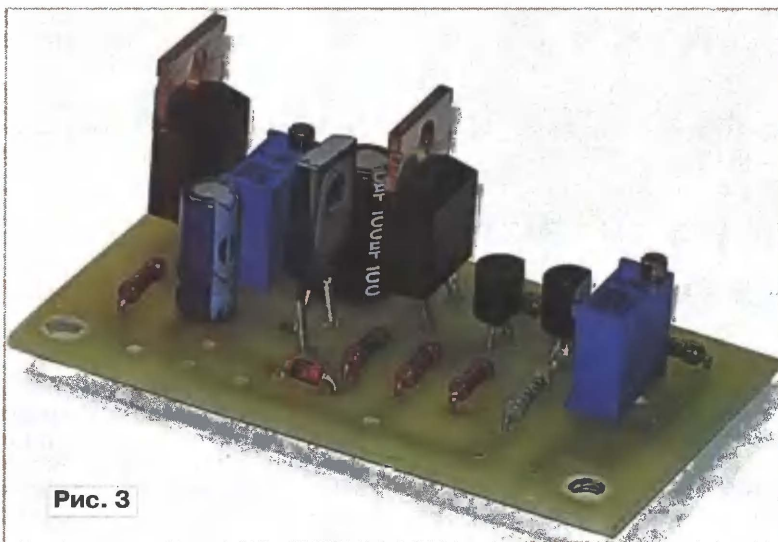

Рис. 3
**Конструкция и детали.** Узел регулирования выполнен на печатной плате из фольгированного стеклотекстолита. Добиваться малых размеров платы, используя SMD-компоненты, автор считает нецелесообразным; если используются сравнительно крупногабаритные теплоотводы, свободное место для устройства управления в усилителе найдется. Внешний вид платы показан на рис. 3, а чертежи рисунка печатной платы и расположения элементов показаны на рис. 4, а. Малое число деталей позволяет использовать для их монтажа и макетную плату.